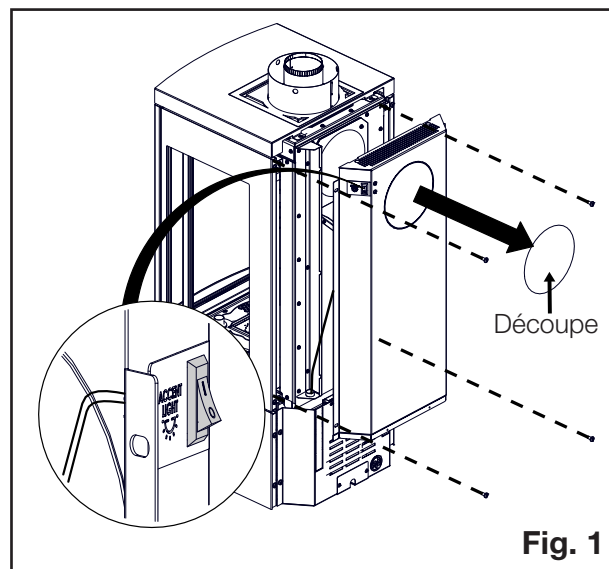

Fig. 1
1. Retirez le panneau arrière supérieur en prenant soin de ne pas endommager le raccordement des fils. Retirez l'alvéole prédécoupée (**Fig. 1**).